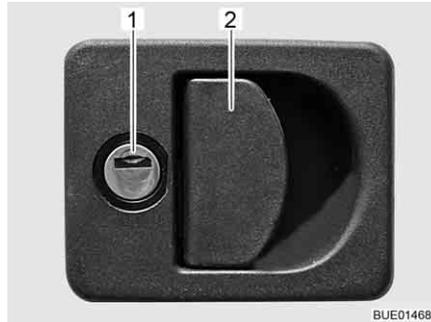

Fig. 31 Serratura dello sportello con impugnatura
- Inserire la chiave nel cilindro della serratura (Fig. 31,1) e ruotare di un quarto di giro. La serratura dello sportello è sbloccata.
- Tirare la maniglia della serratura (Fig. 31,2). In questo modo si apre lo sportello esterno.